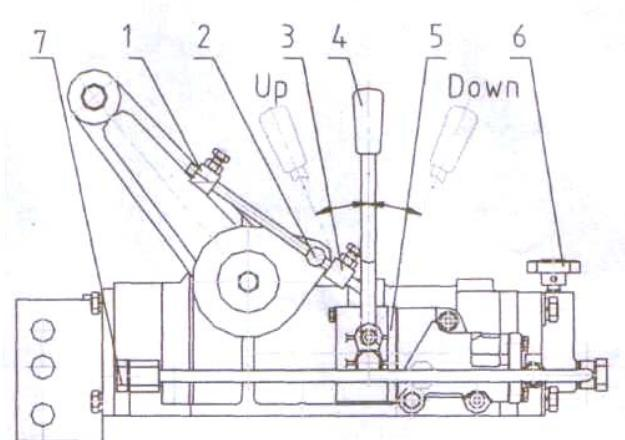

Рис. 3. Гидравлический подъемник.
- Подъем и опускание сельскохозяйственного оборудования (Рис. 3). Переместите рычаг управления вперед - и присоединенное оборудование опуститься. Установите блокиратор опускания в соответствующем положении таким образом, чтобы штепсель (2) соприкоснулся с блокиратором опускания (1), когда оборудование опущено на желаемое рабочее опущенное положение, потяните быстро назад ручку управления в нейтральное положение, чтобы оборудование осталось на желаемой рабочей высоте. Когда необходимо поднять оборудование, просто переместите рычаг (4) назад и оборудование будет подниматься до тех пор, пока штепсель (2) не соприкоснется с блокиратором подъема (3) и переместите рычаг в нейтральное положение. Различную высоту подъема можно достичь, если фиксатор подъема (3) закреплен в различных положениях. Если рабочую высоту необходимо достичь во время работы, необходимо немного переместить рычаг вперед-назад, чтобы достичь желаемого результата. Пожалуйста, запомните, что рычаг управления должен находиться в нейтральном положении сразу же после регулировки. Если необходимо